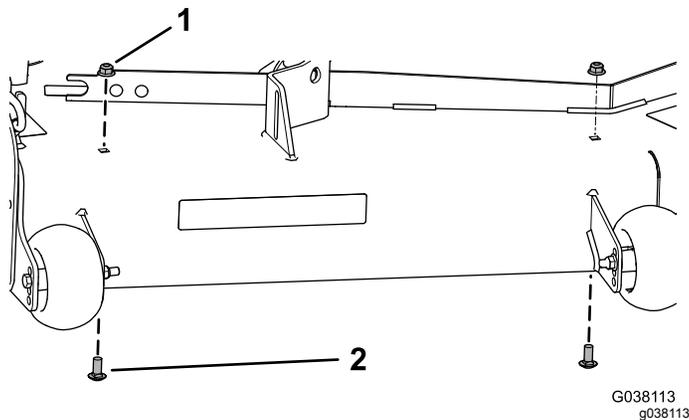

Bild 32
1. Entfernen Sie die zwei vorhandenen Bundmuttern (3/8") und zwei Schlossschrauben (3/8" x 7/8") vom Mähwerk (Bild 32).